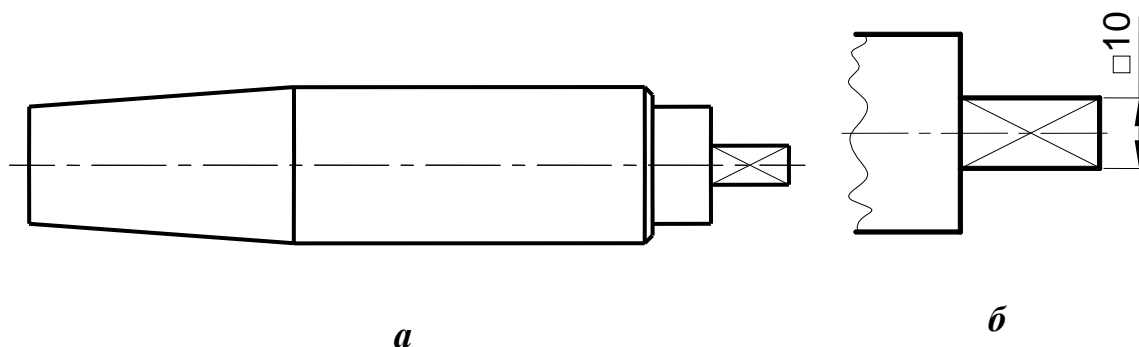

Рис. 2.27
6. Деталь, що розглядається, має хвостовик квадратного перерізу. Квадрат при відсутності проекції, яка визначає його конфігурацію, необхідно позначати знаком \square , який проставляється перед розмірним числом квадрата (рис. 2.27,*б*). При цьому на зображенні грані суцільними тонкими лініями наносяться діагоналі (рис. 2.27,*а*).